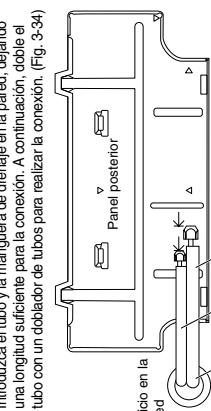

Fig. 3-34
(1) Introduzca el tubo y la manguera de drenaje en la pared, dejando una longitud suficiente para la conexión. A continuación, doble el tubo con un dobrador de tubos para realizar la conexión. (Fig. 3-34)